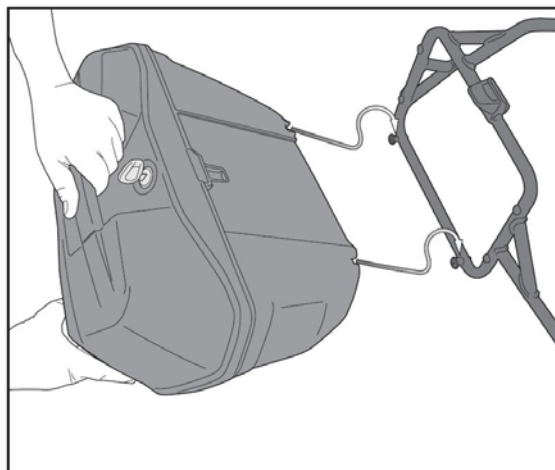

図 B2
2. ①/②ケースを脱落させないように十分注意しながら、ステー下側の凸部（2箇所）に①/②ケースを勘合させます。（図 B2 参照）